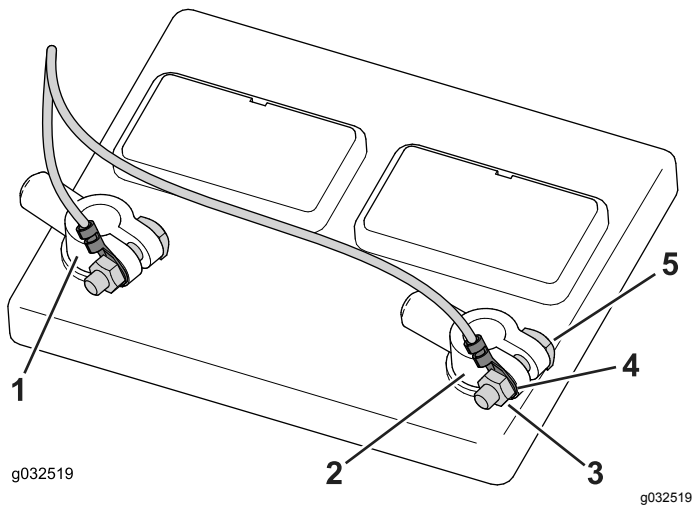

Bild 44
2. Lösen und entfernen Sie die Minuspolklemme und dann die Pluspolklemme von der Batterie (Bild 44).
3. Nehmen Sie die Muttern von den Polschrauben ab (Bild 44).
4. Befestigen Sie den Minuspolanschluss (schwarzes Kabel) über der Minuspolschraube und setzen die Mutter lose auf (Bild 44).
5. Befestigen Sie den Pluspolanschluss (rotes Kabel) über der Pluspolschraube und setzen die Mutter lose auf (Bild 44).
6. Befestigen Sie die Pluspolklemme am Pluspol der Batterie und die Minuspolklemme am Minuspol der Batterie (Bild 44).